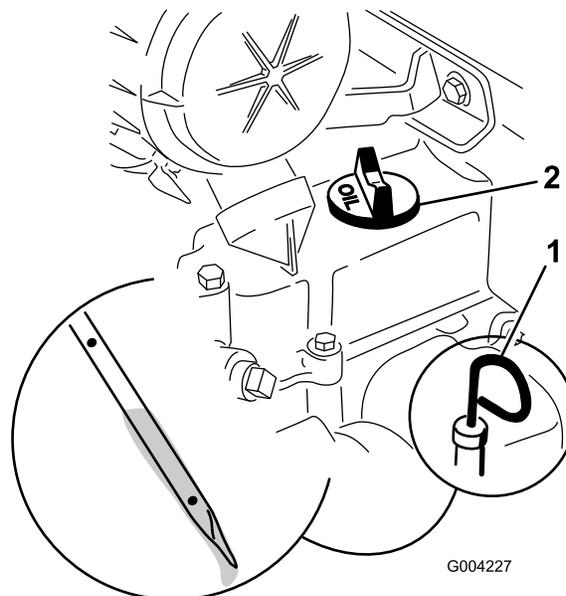

図 15
2. ディップスティックを抜ききれいなウェスで一度拭く(図 15)。
3. ディップスティックを、チューブの根元までもう一度しっかりと差し込む(図 15)。
4. ディップスティックをもう一度抜きとってオイルの量を点検する(図 15)。
5. オイルの量が不足している場合は、補給口のキャップ(図 15)を取り、ディップスティックのFULL マークまで補給する。
6. ディップスティックをしっかりと差し込んで終了(図 15)